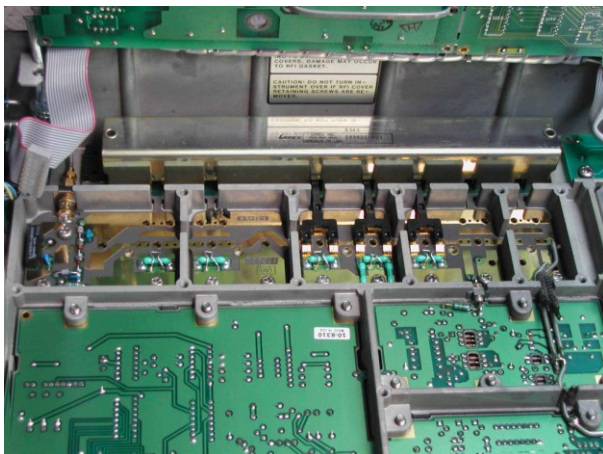

Abb. 2: Geöffneter Abschwächer
- Alle Hauben A9MP4 und A9MP5 entfernen; sieht dann aus wie in Abb. 2.